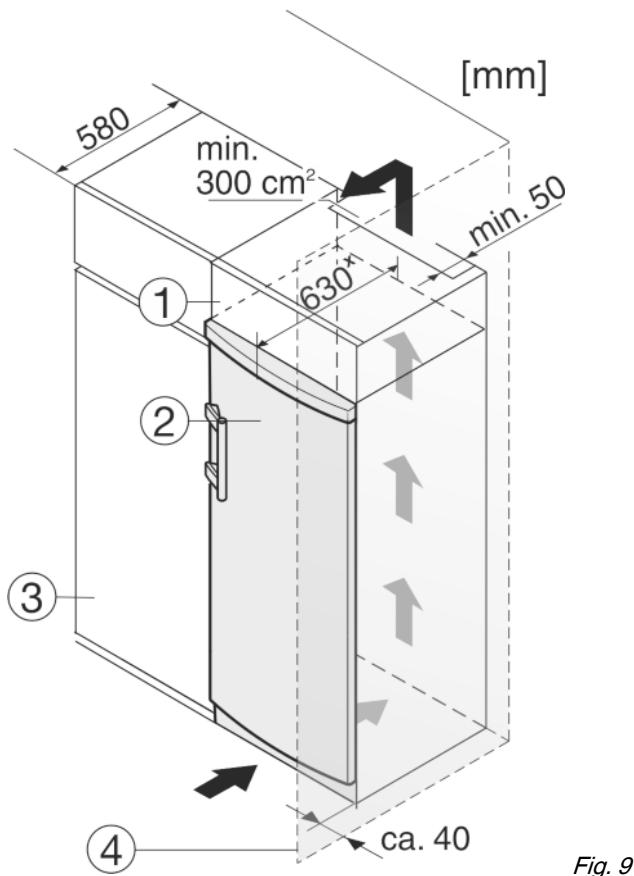

Fig. 9
Если устройство установлено на шарнирах у стены Fig. 9 (4), то расстояние между устройством и стеной должно быть не менее 40 мм. Настолько выступает ручка при открытой дверце.
(1) Дополнительный шкафчик
(2) Устройство
(3) Кухонный шкаф
(4) Стенка
Устройство может быть окружено кухонными шкафами. Чтобы уравнять устройство Fig. 9 (2) по высоте с кухонной стенкой, можно установить над устройством дополнительный шкафчик Fig. 9 (1).
При комбинировании с кухонными шкафами (глубина макс. 580 мм) устройство можно установить непосредственно рядом с кухонным шкафом Fig. 9 (3). Устройство выступает сбоку на 34 мм и по центру на 50 мм относительно передней стенки кухонного шкафа.